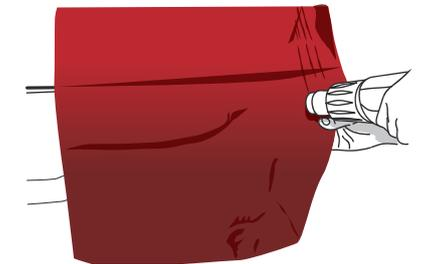

Figure 25
- › Chauffer le vinyle entre 40 °C et 50 °C. (FIG. 25)